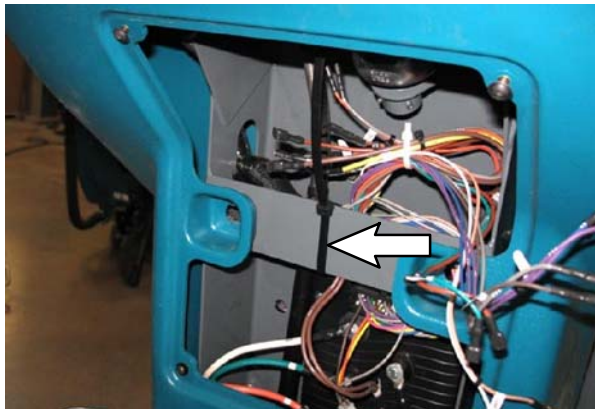

FIG. 53
35. Utilizzare una fascetta fermacavo per fissare i cavi all'elemento trasversale superiore in modo che non entrino in contatto con l'albero dello sterzo (1). (Fig. 53)